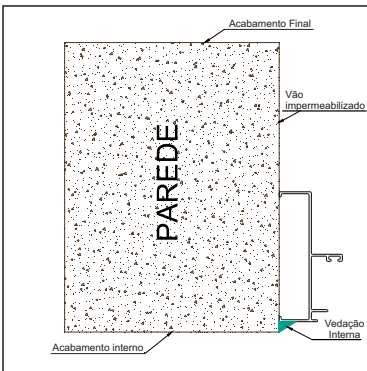

Figura 7 - Aplicação da vedação.
c) Executar a vedação com material vedante (resina acrílica a base de água) de todo o perímetro pelo lado interno da esquadria, conforme figura 7.